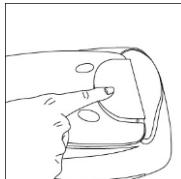

Figura 14
4. Apăsați pentru a elibera cartușul din aparat (veți auzi un sunet scurt) și scoateți cartușul vechi din aparat (Figura 14). (Atenție: Cartușul poate fi foarte fierbinte din cauza căldurii tălpii. Asigurați-vă că cartușul este răcit înainte de a apăsa pe cartuș.)